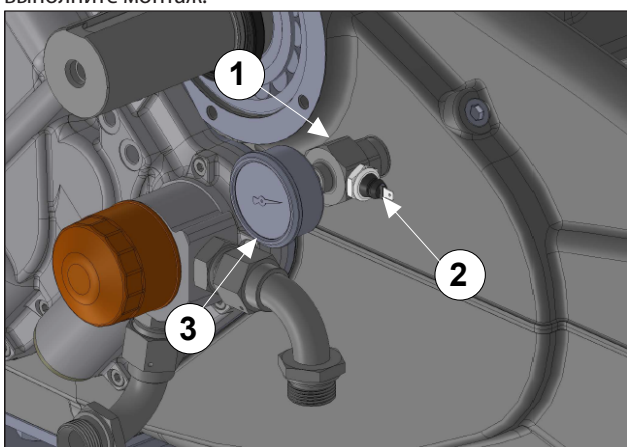

Рис. 133
Используйте герметик LOX EAL 53-14 для соединений или ему подобный для смазки соединения (поз. ①), реле давления (поз. ②) и манометра (поз. ③) Рис. 133, и выполните монтаж.